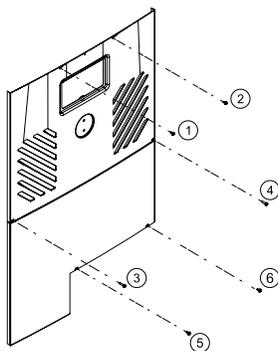

Figure 127. Vis à tête hexagonale pour retirer le panneau de commande
2. Pour accéder au panneau de contrôle avant de l'appareil, utilisez un tournevis à tête hexagonale de 1/4 po pour dévisser les six (6) vis. Consultez la Figure 127 pour plus d'informations.